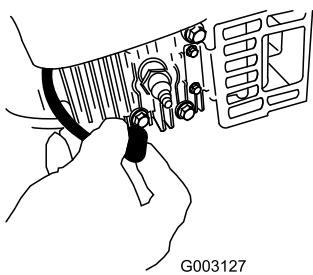

Figura 43
- Staccate il cappellotto dalla candela (Figura 43) prima di eseguire interventi di manutenzione.